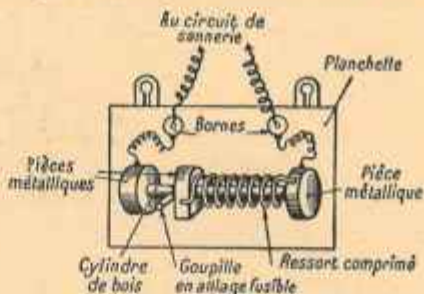

FIG. 158. — Principe d'un avertisseur d'incendie.
(1) Certains fonctionnent quand un cambrioleur coupe les fils du circuit de sécurité.
d'autres appareils automatiques (tels que des réveils électriques, dont l'emploi ne s'est pas généralisé); mentionnons cependant le principe des *avertisseurs d'incendie*. Un de ces appareils repose sur l'existence d'alliages métalliques extrêmement fusibles (1); c'est avec cet alliage qu'on fait des goupilles qui s'engagent à frottement doux dans un trou percé de part en part à travers un cylindre de bois (fig. 158): dès que la température atteint une valeur exagérée, la goupille fond, le ressort se détend, les deux pièces métalliques de gauche arrivent au contact et le circuit de sonnerie est fermé.